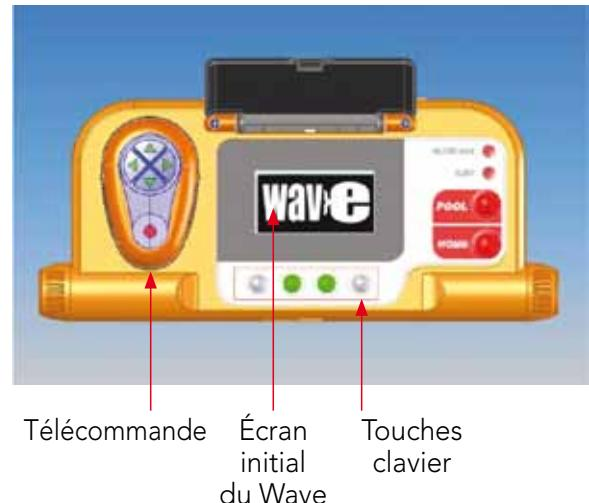

Figure 2 : Pupitre MMI du Robot Dolphin Wave
- Dans ce guide d'utilisation, la commande « Appuyer sur '**Démarrer**' » s'exécute en appuyant simultanément sur les deux touches vertes -  - du pupitre MMI (Figure 2).